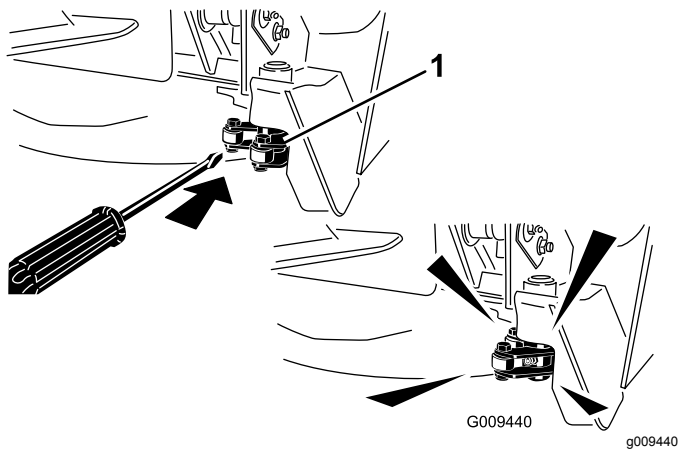

Figura 67
**Nota:** Puede ser necesario abrir manualmente los cierres para tener acceso a los engrasadores (Figura 67). Utilice una palanca para cerrar y abrir el enganche.